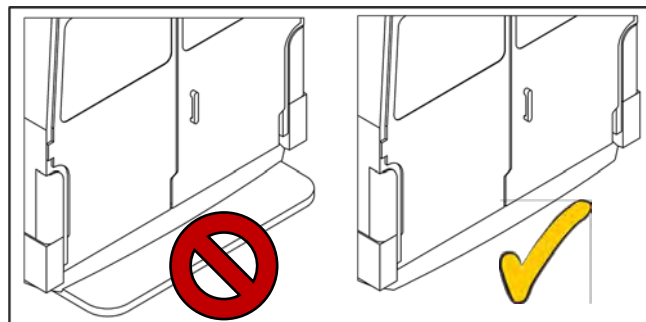

Abbildung 8
- Falls das Fahrzeug mit einer Stoßstange mit integriertem Auftritt ausgerüstet ist, das Fahrzeug mit einer Standardstoßstange ausrüsten (siehe Abbildung 8).